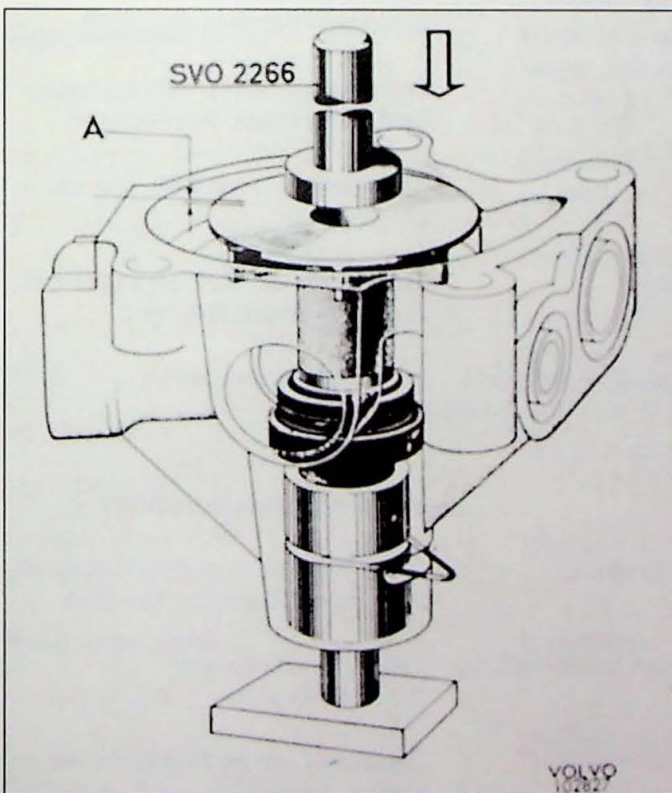

Fig. 4.7. Montage van het schoepenwiel.  $A = 0 \text{ tot } 0,4 \text{ mm}$
3. Pers het schoepenwiel met werktuig SVO 2266 zover naar beneden dat het wiel gelijk ligt of maximaal 0,4 mm onder het vlak van het pomphuis. Het ondereinde van de as moet rusten op een weerstand (Fig. 4.7).